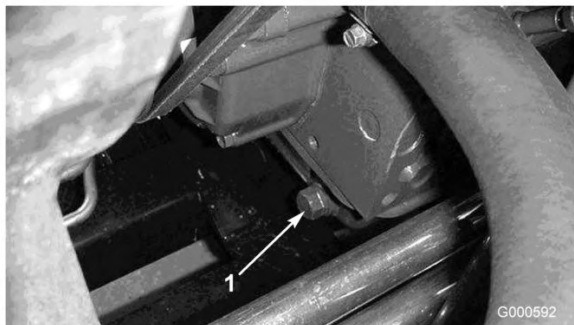

図 35
1. ドレン・プラグ（図 35）を外してオイルを容器に受ける。オイルが抜けたらドレン・プラグを取り付ける。